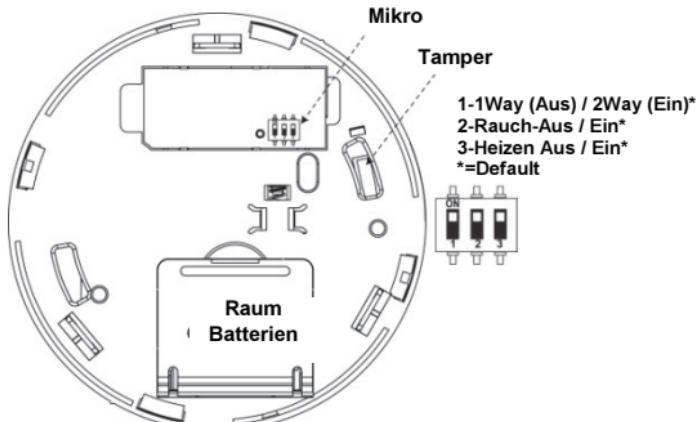

Abbildung 8: Hintere Ansicht der Einheit: Batteriefach, Sabotagekontakt und Kippschalter
- [Für den Betrieb im unidirektional-Modus]: Stellen Sie den DIP-Schalter 1 auf 1-Way ein, und konfigurieren Sie entweder Rauch (2), Wärme (3) oder Rauch und Wärme.
- Öffnen Sie den Deckel des Batteriefachs (siehe Abbildung 8).